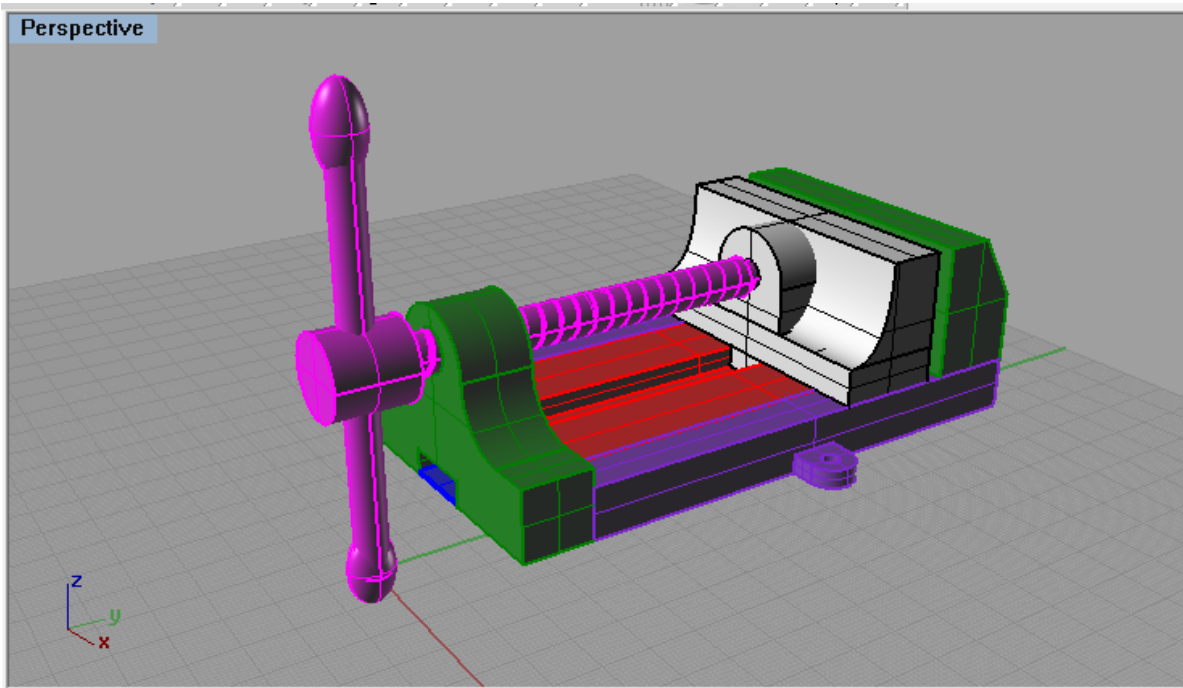

Figura 5.73
27.- El diseño final queda como lo muestra la figura 5.73.